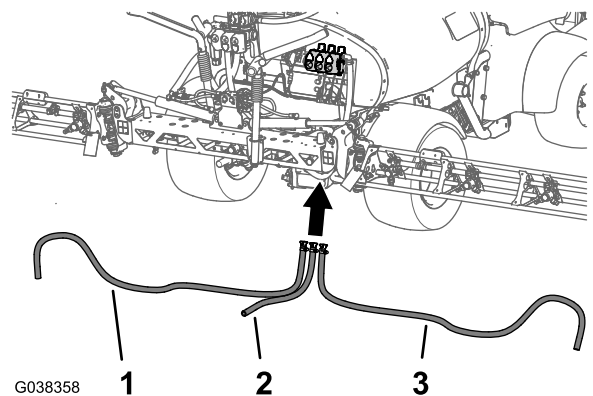

Figura 79
- Enrute las mangueras de alimentación de los brazos izquierdo, central y derecho hasta las válvulas de sección de los brazos, según se muestra en Figura 79.